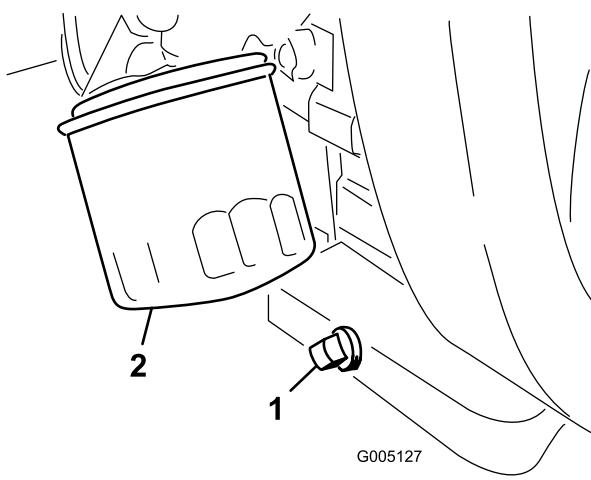

Figura 49
1. Togliete il tappo di spurgo (Figura 49) e lasciate defluire l'olio in una bacinella. Quando l'olio cessa di defluire, rimontate il tappo.
2. Togliete il filtro dell'olio (Figura 49). Spalmate un leggero strato di olio pulito sulla nuova guarnizione del filtro.